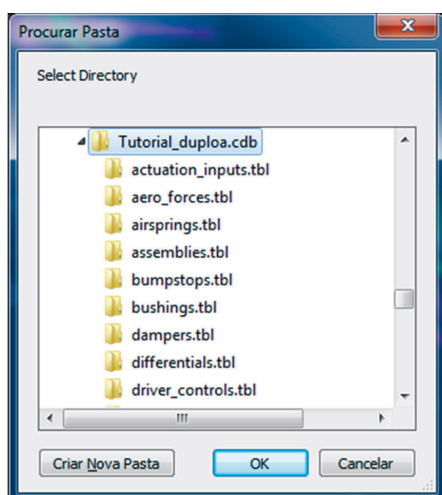

Figura 5.171 – Janela correspondente à seleção de diretório para gravação de simulações
- Selecione o diretório de interesse (Figura 5.171).